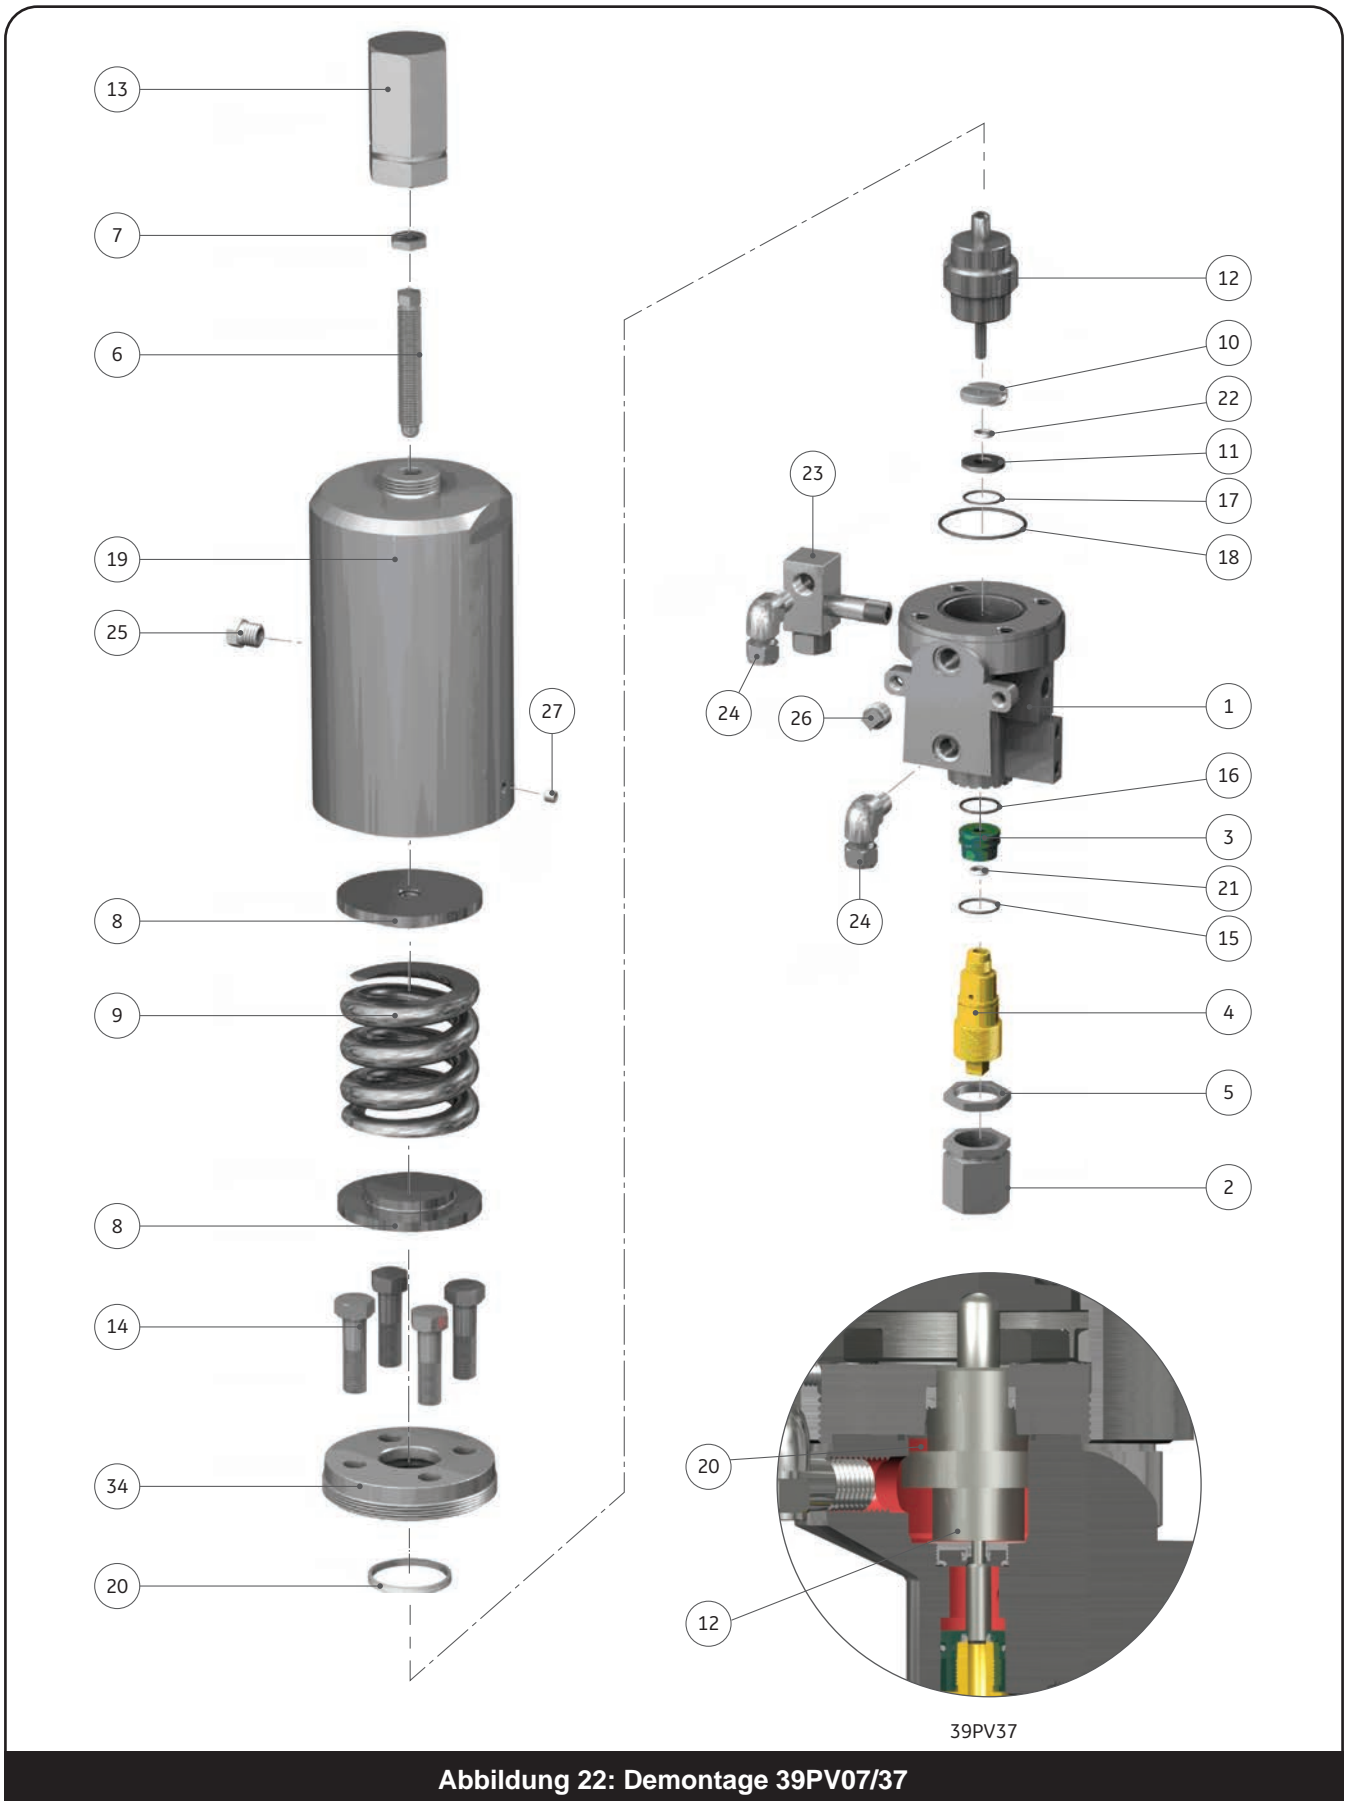
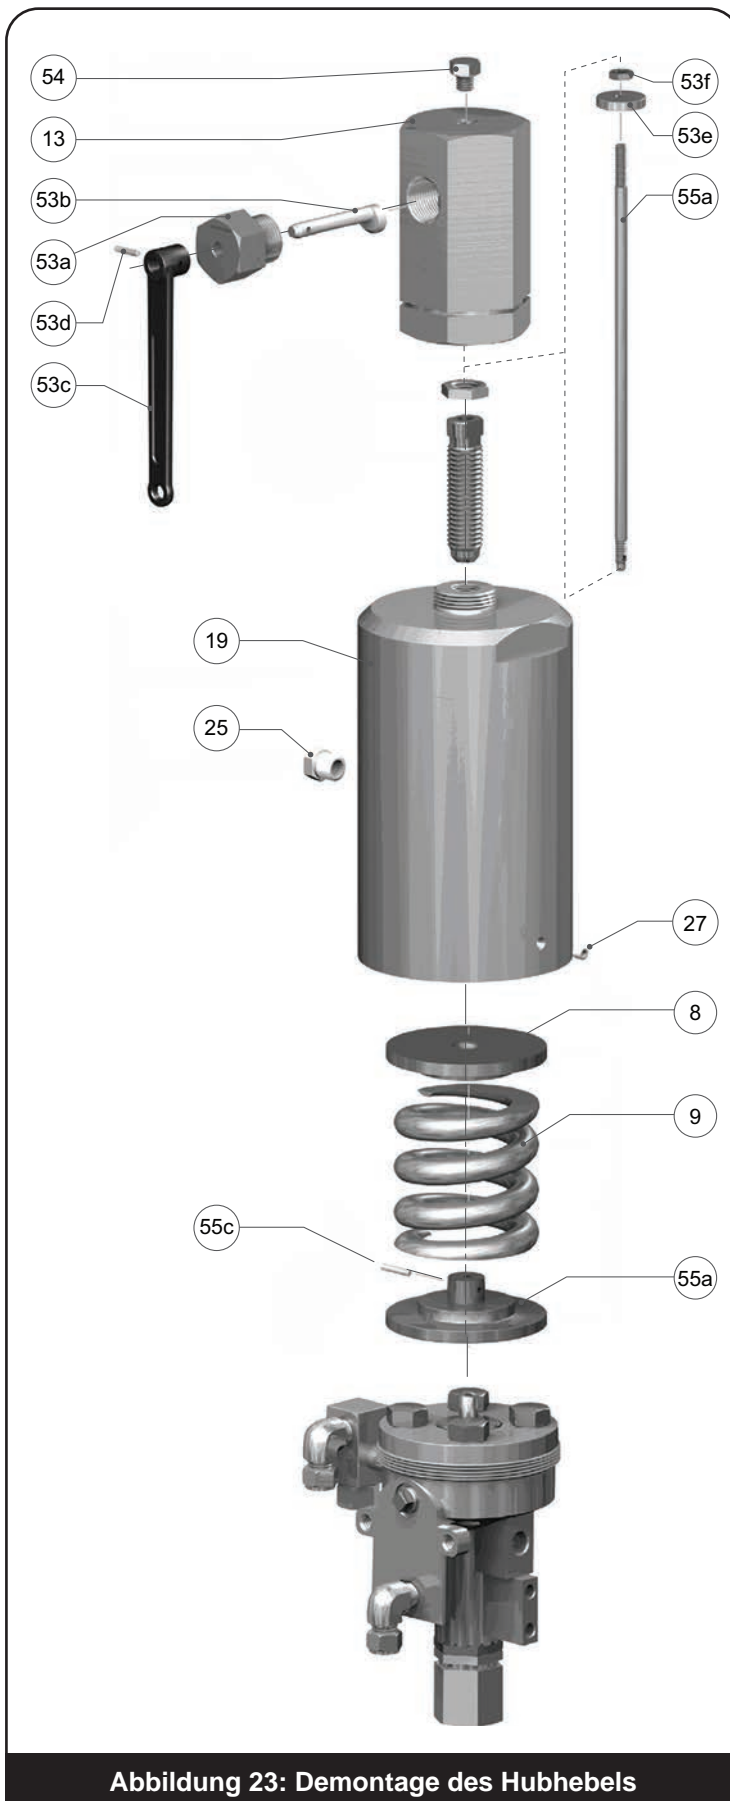
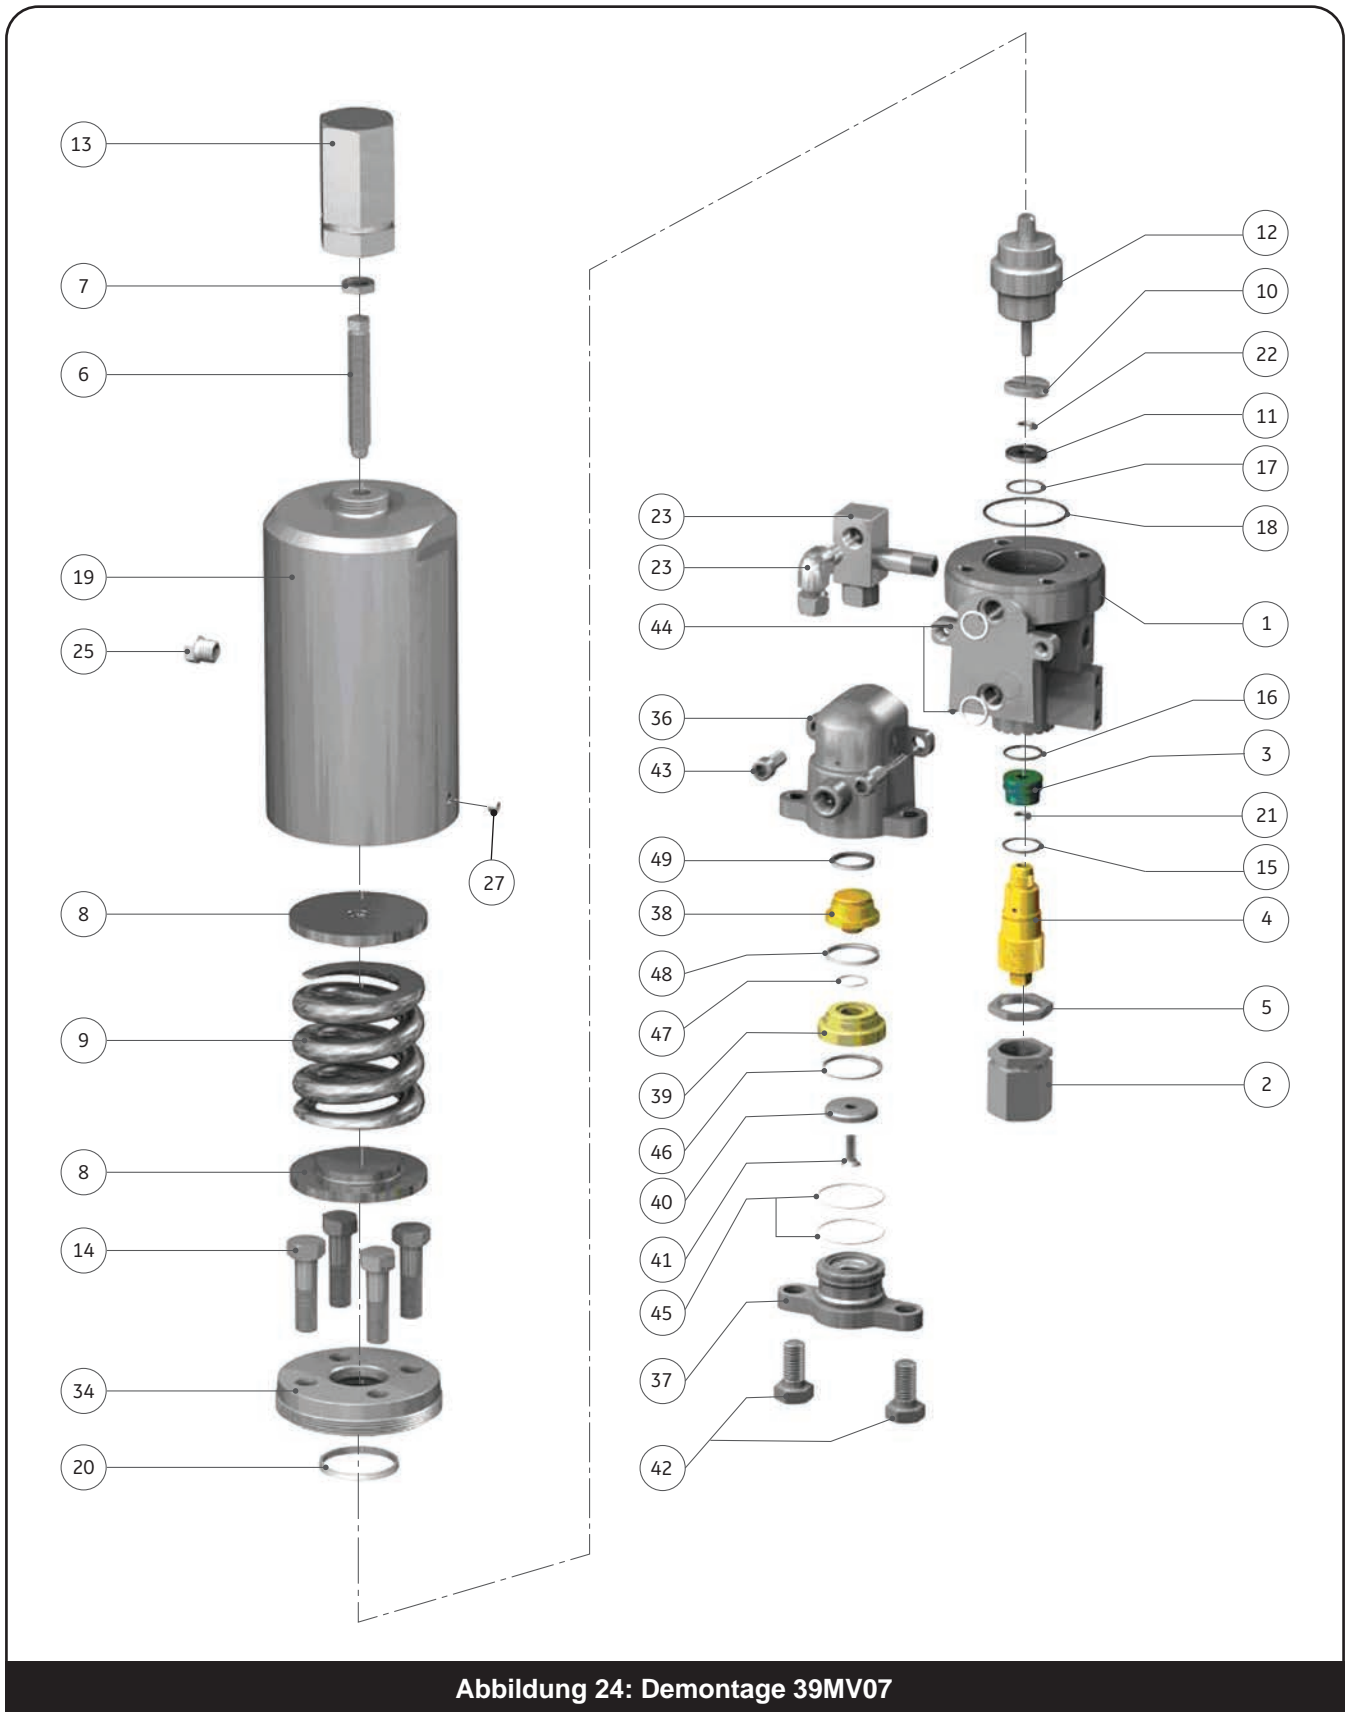
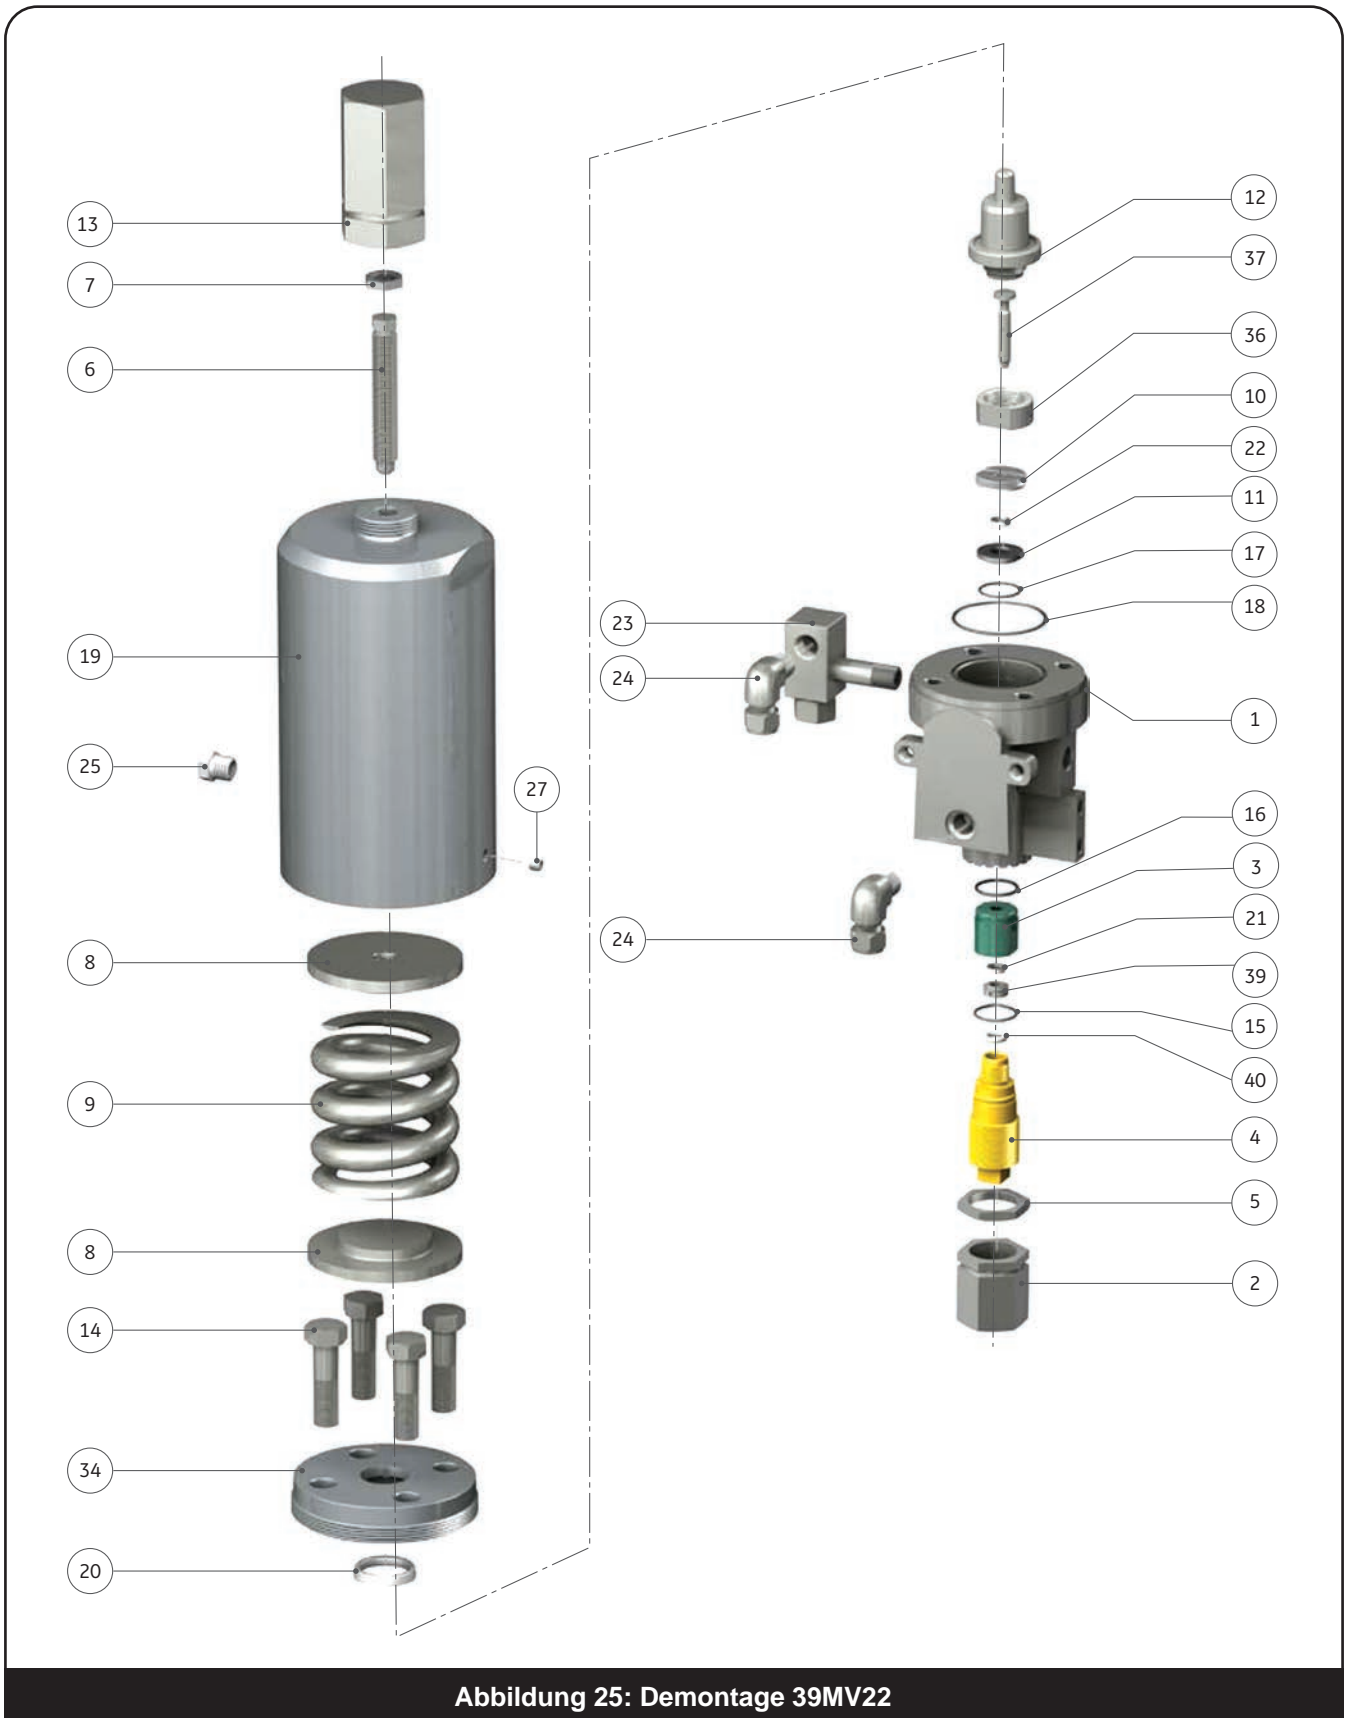

Abbildung 22: Demontage 39PV07/37
Abbildung 23: Demontage des Hubhebels
Abbildung 24: Demontage 39MV07
Abbildung 25: Demontage 39MV22
3. Wenn ein Hubhebel installiert ist, beachten Sie auch Abbildung 23, um die Hubhebelbaugruppe zu entfernen. Kehren Sie dann zu Abbildung 22 zurück, um mit der Demontage fortzufahren.
- Wenn ein Hubhebel installiert ist, beachten Sie auch Abbildung 23, um die Hubhebelbaugruppe zu entfernen. Kehren Sie dann zu Abbildung 24 zurück, um mit der Demontage fortzufahren.
- 3 Wenn ein Hubhebel installiert ist, beachten Sie auch Abbildung 23, um die Hubhebelbaugruppe zu entfernen. Kehren Sie dann zu Abbildung 25 oder 26 zurück, um mit der Demontage fortzufahren.